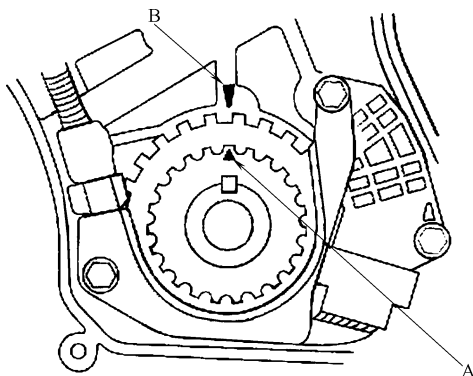

图 23-83 上止点标记 A 与机油泵上的指针 B 对齐
2) 如图 23-83 所示, 将正时带驱动轮轮齿上的 TDC (上止点) 标记 A 与机油泵上的指针 B 对齐, 使正时带驱动轮设置到上止点位置。